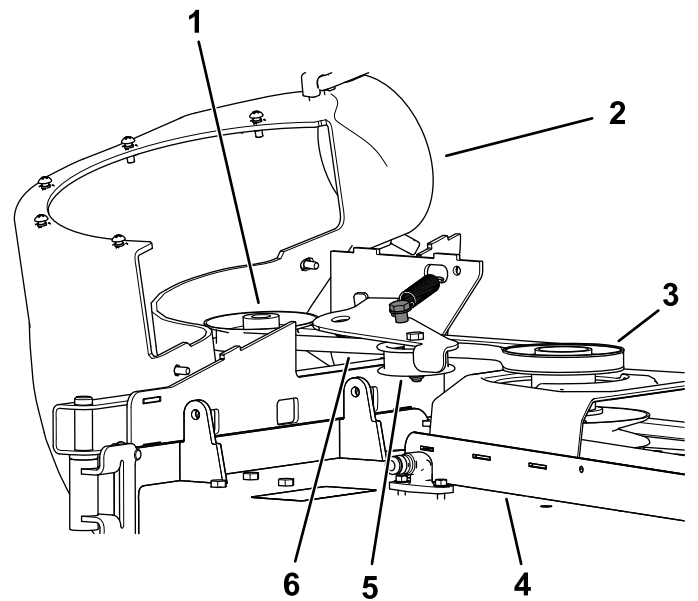

Figura 35
2. Tire hacia atrás de la polea tensora tensada con muelle para aliviar la tensión de la correa (Figura 35).
6. Instale la correa nueva alrededor de las poleas del soplador (Figura 35).
8. Instale la correa nueva alrededor de la polea de la carcasa de corte (Figura 35).
9. Tire hacia atrás de la polea tensada con muelle e instale la correa en la polea (Figura 35).